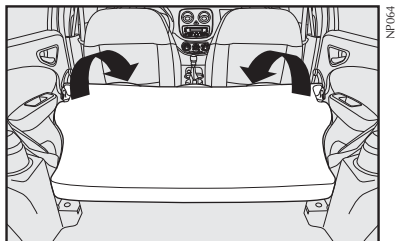

fig. 94
4) Rebater para a frente o encosto, passando os cintos pelos lados, até que este se apoie sobre o assento traseiro **fig. 94**.